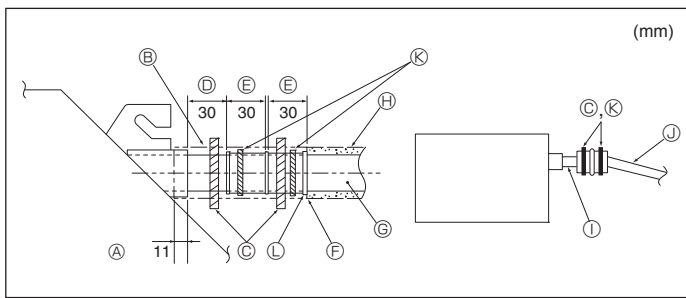

Fig. 6-2
1. Die Ablaufmuffe (mit der Anlage geliefert) an den Drainageauslaß anschließen. (Fig. 6-2) (Das Rohr mit PVC-Kleber ankleben und dann mit einem Band sichern.)